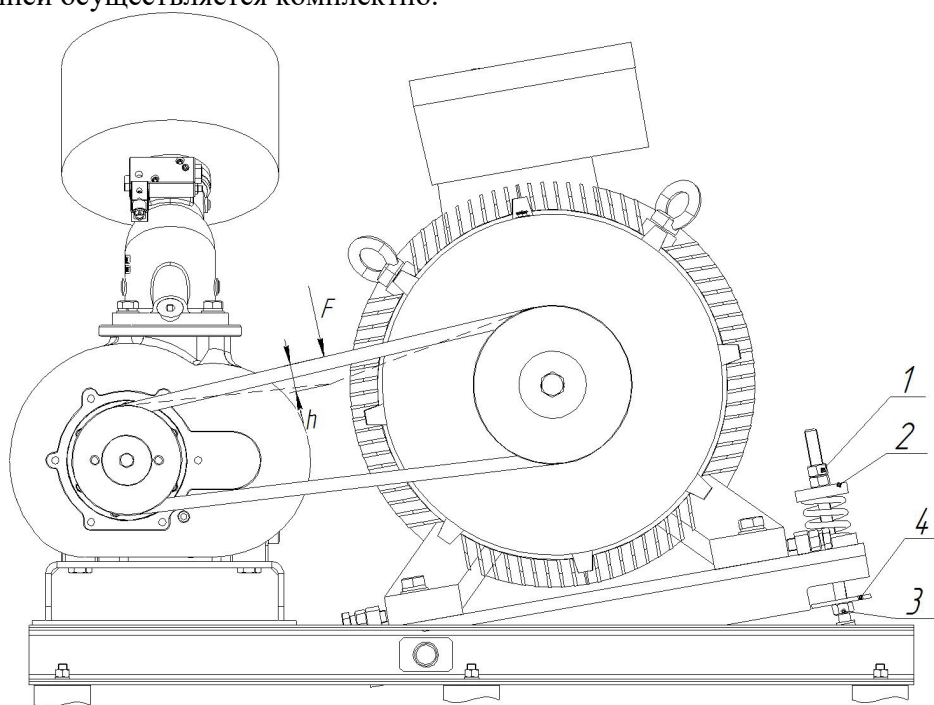

Рисунок 7
**8.5.1** Передача мощности осуществляется за счет сил трения, возникающих в месте контакта ремня и шкивов. Для нормального функционирования ременной передачи необходимо соблюдение условий чистоты контактирующих поверхностей и обеспечение требуемого усилия натяжения ремня (см. рисунок 7, таблица 5).